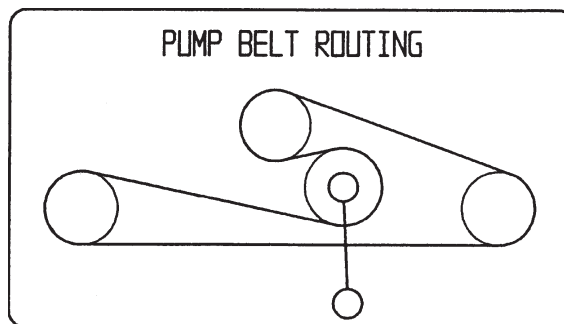

Figure 58
1. Abaissez la poulie de tension rappelée par ressort et enlevez la courroie des poulies du moteur et de la pompe hydraulique (Fig. 58). Retirez la courroie entre les poulies.
2. Installez la courroie neuve sur les poulies du moteur et de la pompe hydraulique (Fig. 58).
3. Abaissez la poulie de tension rappelée par ressort et alignez-la sous la courroie de transmission, puis relâchez-la (Fig. 58).